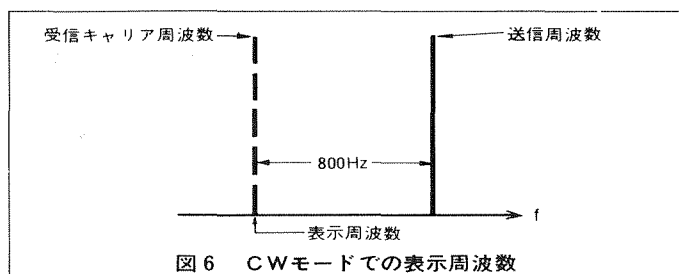

図6 CWモードでの表示周波数
- CWモードでは、受信のキャリア周波数を表示していますので送信周波数は表示より800Hz高くなります。したがって相手局とゼロインして(受信時800Hzのピート音)運用しますと、運用周波数は表示周波数より800Hz高くなります。(図6参照)